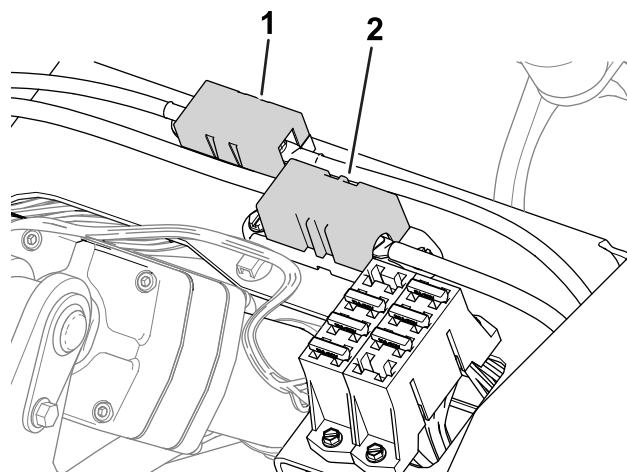

Figura 53
- I fusibili per il generatore (100 A) e il motore delle ruote di destra (60 A) sono situati sotto il sedile (**Figura 53**).